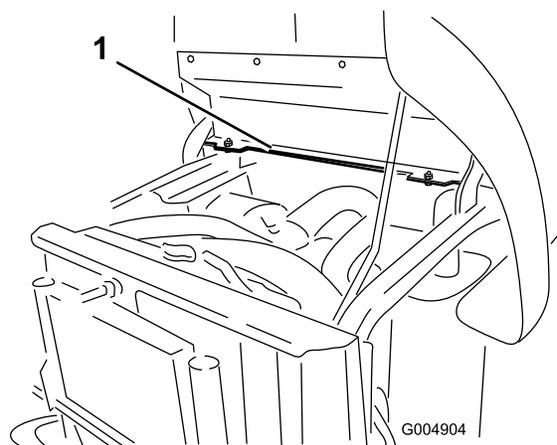

Рисунок 13
1. Найдите 2 крепежных отверстия с левой стороны заднего крепления рамы (Рисунок 13).